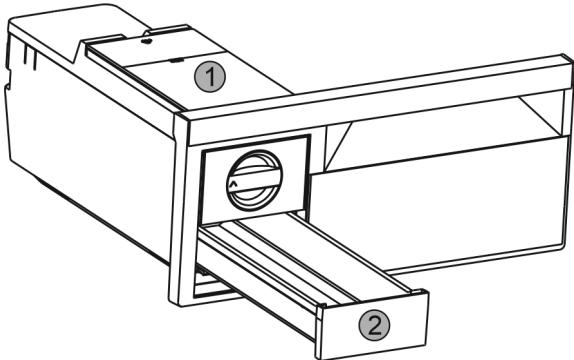

Fig. 38
- Извадете резервоара за вода Fig. 38 (1) и чекмеджето за ледени кубчета Fig. 38 (2).